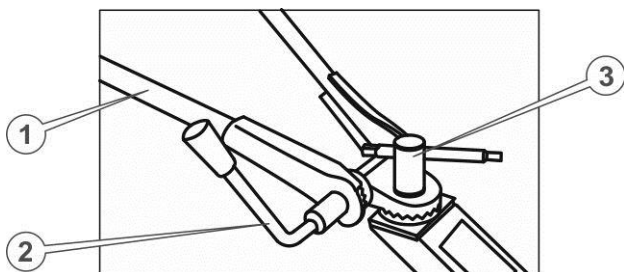

Рисунок 4.1. Елементи регулювання керма
3. Звільнити кермо від пакувальної плівки. Відкрутити затискну гайку з важелем і витягнути стяжний болт. Встановити кермо на рульову стійку центрального вузла, потрапляючи зубцями в зубці (див. рисунок 4.1.), вставити стяжний болт таким чином, щоб його головка зайшла в шестигранне поглиблення у вушку керма (ліворуч у напрямку руху мотоблока), опустити рукоятки керма в нижнє положення і затягнути затискну гайку з важелем.
22. У разі необхідності – відрегулювати положення притискного ролика таким чином, щоб за умови відпущеного зчеплення ремені вільно провисали, але не спадали зі шківів. Якщо зчеплення затиснуте, повинен забезпечуватися щільний, без прослизання, контакт ременів зі шківками, при цьому відстань між нижньою та верхньою гілками ременів повинна становити 60-65 мм (див. розмір «А» на рисунок 4.1.).